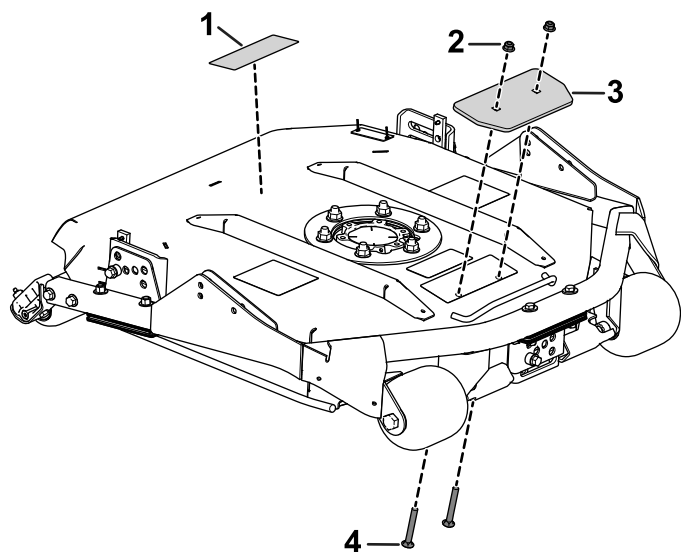

图2
3. 将有槽螺丝穿过各个钻孔图2。
4. 用凸缘螺母将压载板固定到滚刀组上图2。
5. 粘贴剪草高度标贴使之朝向滚刀组的后面图2。